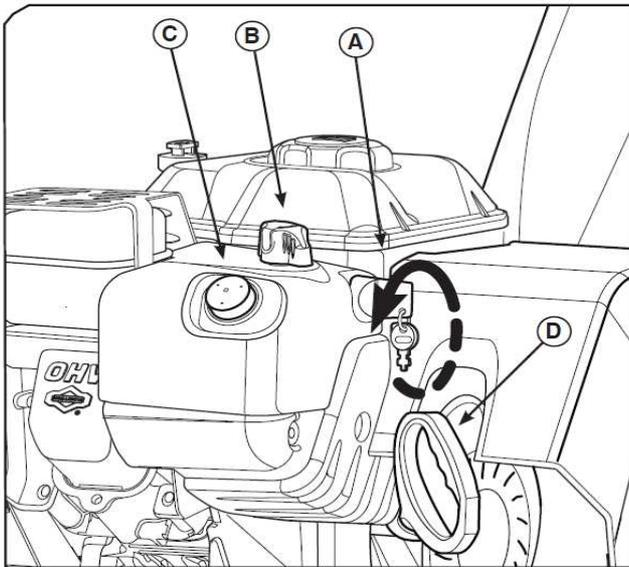

Figure 2
3. ON/OFFキーを (Fig2 : A) 挿入し、ON位置に回してください。もしくは、装備されている場合はプッシュプルキーを挿入してください。
- 9、エンジンが温まったらチョークコントロール (Fig2: B) を開位置にしてください。
- 1、ON/OFFキー (Fig2:A) をOFF位置に回してください。もし装備されていれば、PUSH/PULLキーを抜いてください。